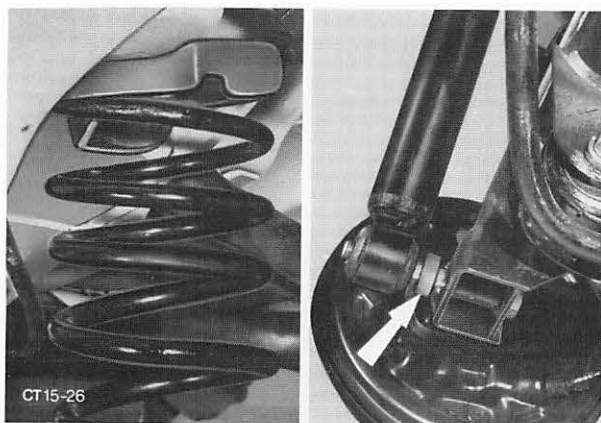

Abb. 36 A = Gummiauflage-Schraubenfeder
7. Achse absenken. Schraubenfeder in das Führungslager des unteren Längslenkers einsetzen und Achse anheben. Auf richtige Einbaulage der Feder und Gummiauflage achten. Abb. 36.